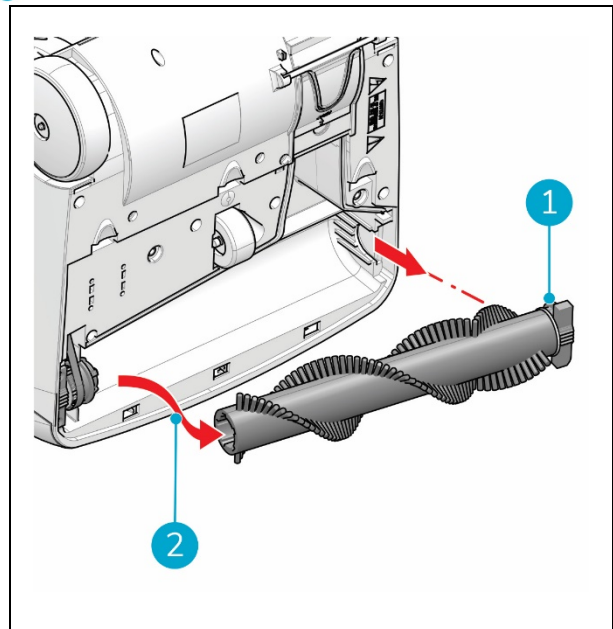

Figure 26
5. Retirez la brosse rotative au niveau de sa poignée (Figure 26, pos. 1) et faites-la glisser comme indiqué en Figure 26, pos. 2.